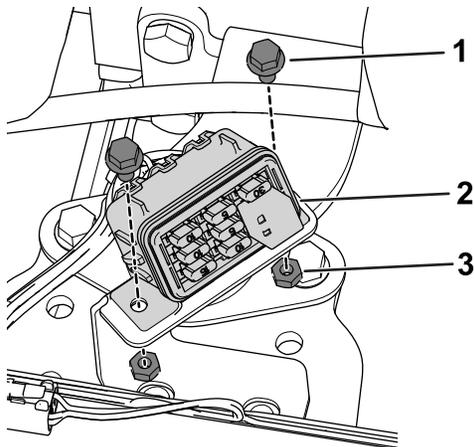

**Figura 15**
2. Utilizzate 2 bulloni flangiati (5/16" x 1") e 2 dadi flangiati (5/16") per fissare il supporto del portafusibili al telaio di supporto del motore sul lato destro della macchina (Figura 15).